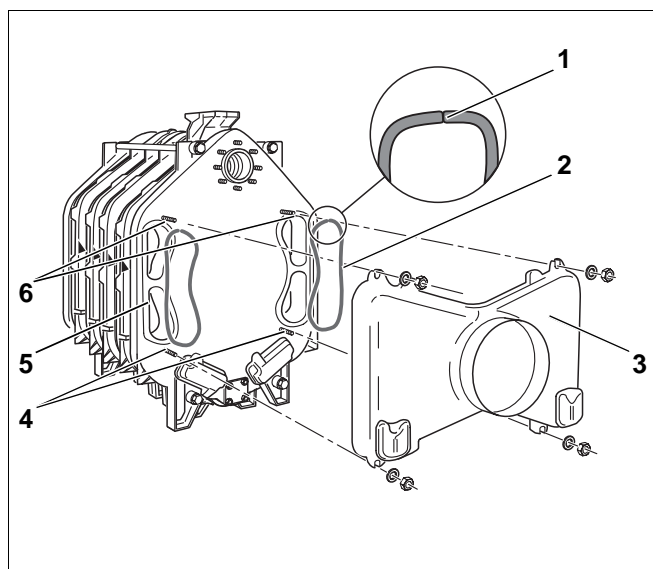

Рис. 26
Для уплотнения соединения между котлом и сборным коллектором дымовых газов (рис. 26, **поз. 3**) вставляется уплотнительный шнур GP (из стекловолокна с силиконовой оболочкой) (рис. 26, **поз. 2**).
- Этот шнур (длиной примерно 1500 мм) смазать клеем и вложить в паз на задней секции (рис. 26, **поз. 5**). Уплотнительный шнур должен быть уложен так, чтобы место стыка его концов пришлось на верхнюю часть паза (рис. 26, **поз. 1**).
- Сборный коллектор дымовых газов надеть на четыре шпильки, находящиеся на задней секции котла, и прикрутить, используя подкладные шайбы и гайки (рис. 26, **поз. 4 и 6**).